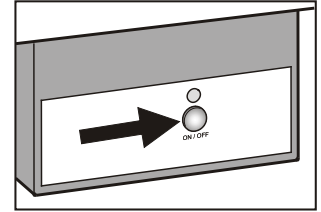

Figura 23
- Presione la tecla "ON/OFF" para que se encienda el piloto LED del preparador de cubitos de hielo (**Figura 23**).